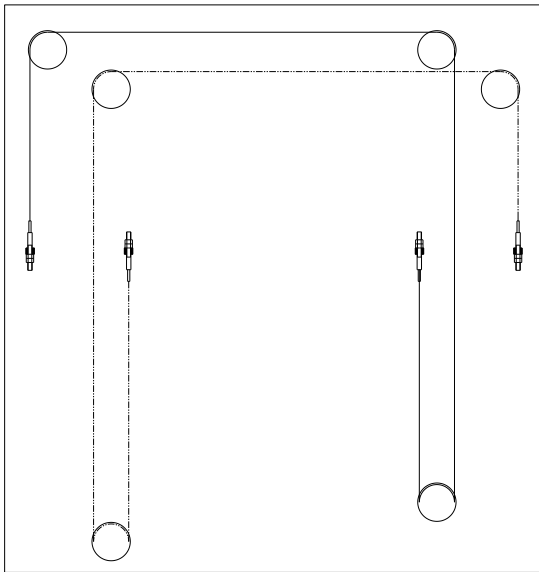

рис. 32
- ◆ Расположить трос синхронизации согласно **рис. 32.**